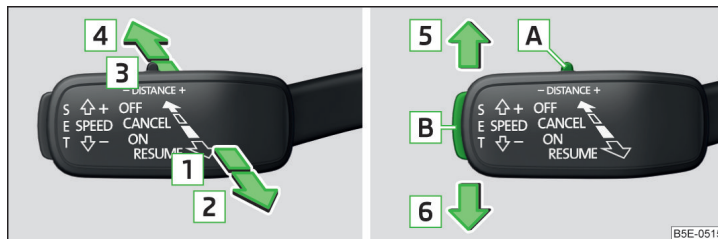

Рис. 142 Важіль управління
Огляд функцій ACC, управління якими здійснюється за допомогою важеля » Рис. 142
- Натисніть кнопку **SET** » Рис. 142 на стор. 116 кнопку.
- Або: Переведіть важіль у підпружинене положення **RESUME** » Рис. 142 на стор. 116 .
- Переведіть важіль у підпружинене положення **CANCEL** » Рис. 142 на стор. 116 .
Бажану швидкість можна встановити або змінити за допомогою важеля управління » Рис. 142 на стор. 116.
Інтервал до автомобілю, що рухається попереду, можна встановити за допомогою важеля » Рис. 142 на стор. 116 або в інформаційно-командній системі » Інструкція з експлуатації інформаційно-командної системи. ➤
» Рис. 142 на стор. 116.